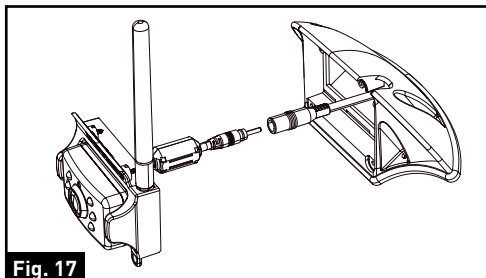

Fig. 17
- Branchez le câble d'alimentation de la caméra au câble de la caméra. (Fig. 17)